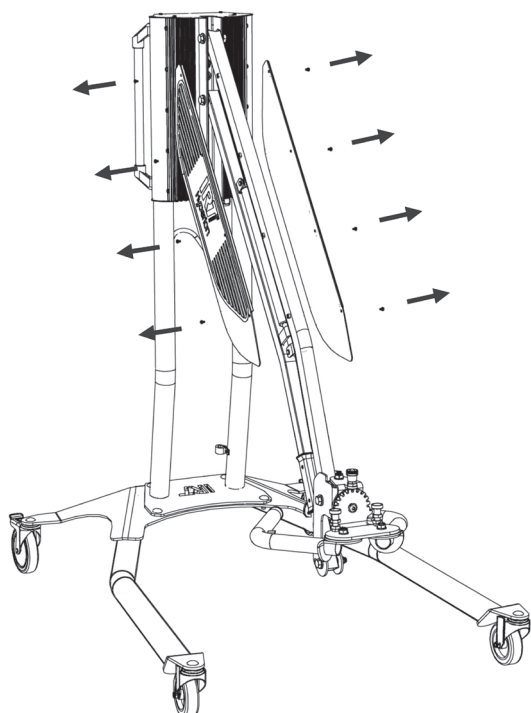

Figure 1
1. Dévissez les quatre vis de fixation de la plaque située de chaque côté du bras. (fig 1)